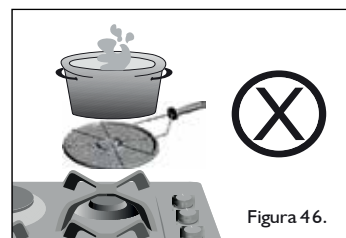

Figura 46.
- No utilice la parrilla asadora entre el recipiente y el quemador para disminuir la intensidad del calor. (Figura 46).